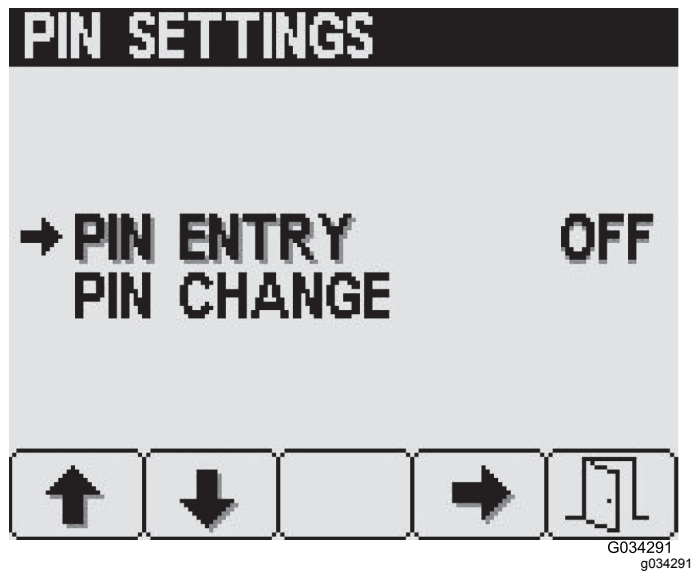

Figure 31
3. Depuis l'écran de Réglages PIN, appuyez sur la touche 4 pour sélectionner Saisie PIN et pour ACTIVER OU DÉSACTIVER l'option PIN (Figure 31).